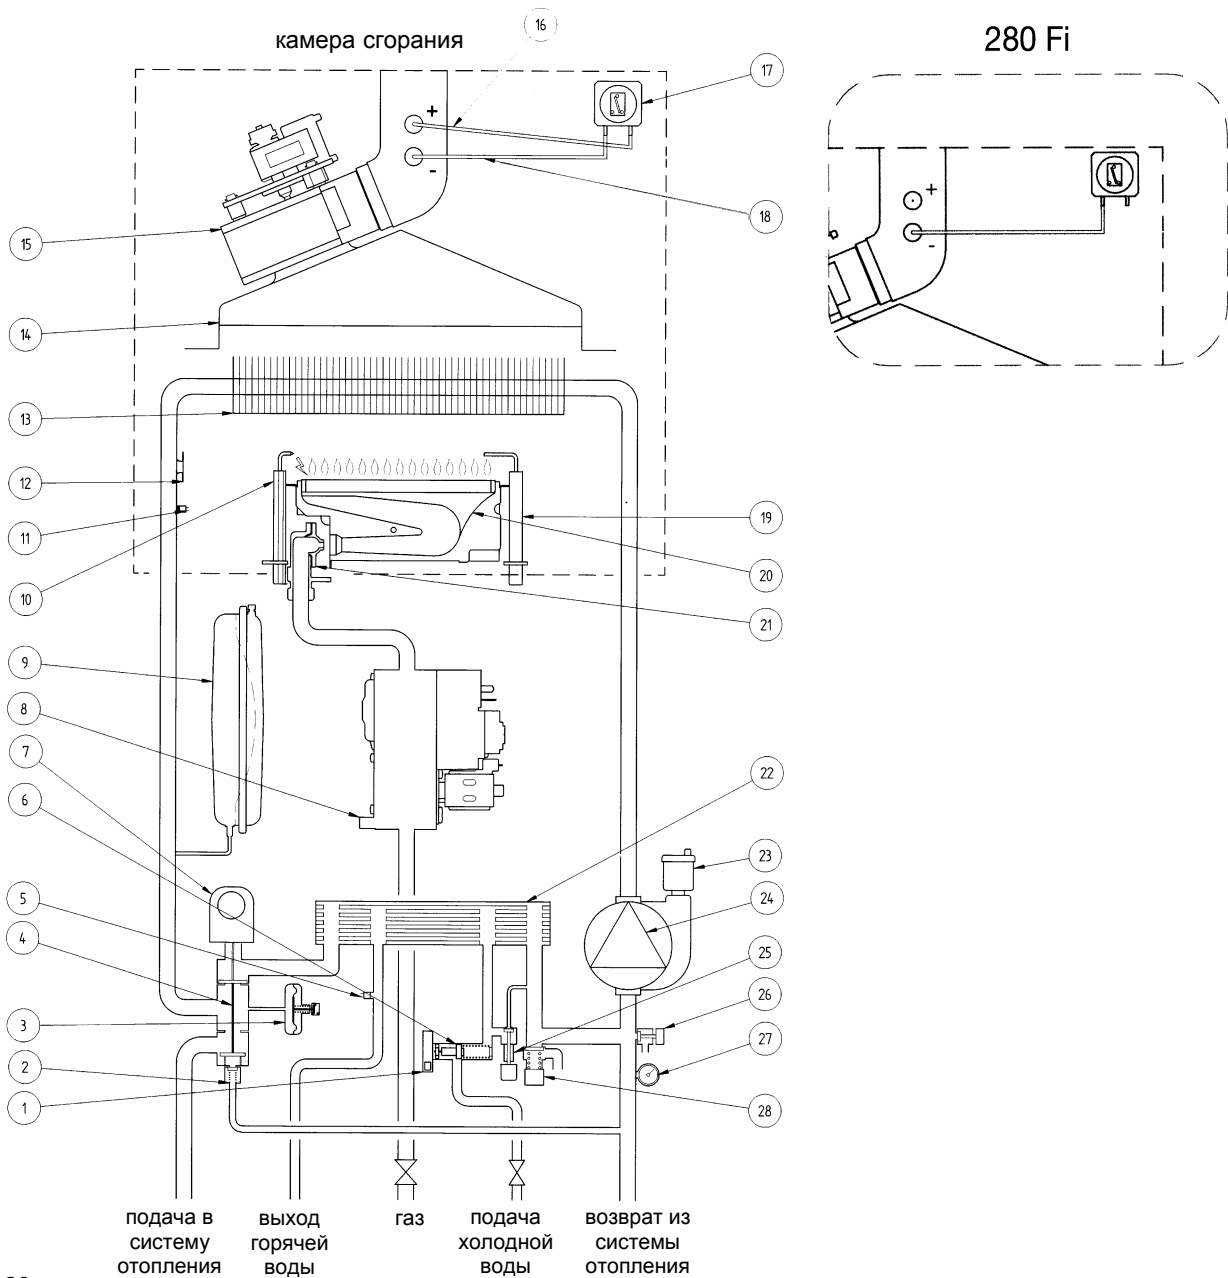

Рис.20
Данное устройство (позиция 17 Рис.20)-обеспечивает включение основной горелки при условии исправной работы вытяжного дымохода.
- **Термостат перегрева** - благодаря датчику (позиция 12 Рис.20 – позиция 11 Рис.21), установленному на выходной трубе первичного теплообменника, в случае перегрева воды первичного контура прекращается подача газа в горелку. При этом котел останавливается. После устранения причины, вызвавшей блокировку, возможно повторное включение. Для этого необходимо перевести переключатель режимов (Рис.2) в позицию (R) как минимум на 2 сек.
Электрод для определения наличия пламени (позиция 19 Рис.20 – позиция 15 Рис.21), расположенный с правой части горелки, гарантирует безопасность работы и блокирует котел при нарушении подачи газа или неполном горении основной горелки.
- Водяной сбросной клапан системы отопления** (позиция 28 Рис.20 - позиция 25 Рис.21) - настроен на давление 3 бар и установлен в системе отопления.